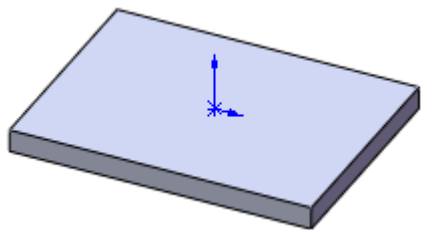

图 15-30 生成的拉伸实体
④生成“拉伸”特征。单击“特征”工具栏中的“拉伸凸台/基体”按钮，或执行“插入”→“凸台/基体”→“拉伸”菜单命令，在“凸台-拉伸”属性管理器中“深度”栏中键入数值 15，单击“确定”按钮，生成拉伸特征如图 15-30 所示。